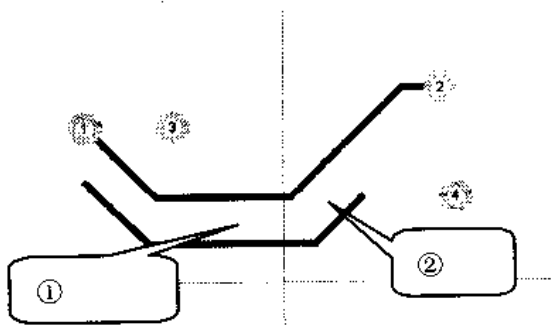

图 14-16 当前段和 Look Ahead 段的关系图
在放置导线时, Protel 99 SE 提供的 Look Ahead 功能, 对布线时的走线有指导作用。在布线时, 画出当前段后, 附着在光标上具有导线外型的线段即为 Look Ahead 段。当前段和 Look Ahead 段分别如图 14-16 中的①、②所示。